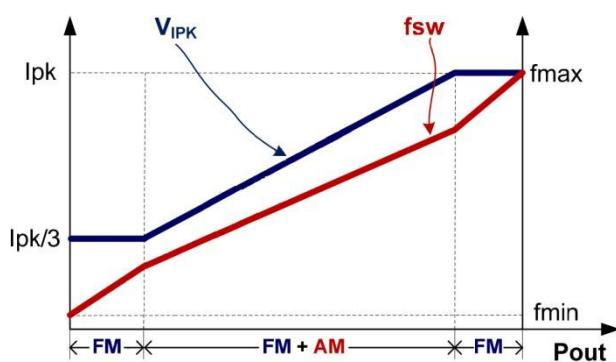

图1
为满足系统平均效率和空载待机方面的严格要求, U3214采用了调幅控制 (AM) 和调频控制 (FM) 相结合的工作模式, 如图 1 所示。